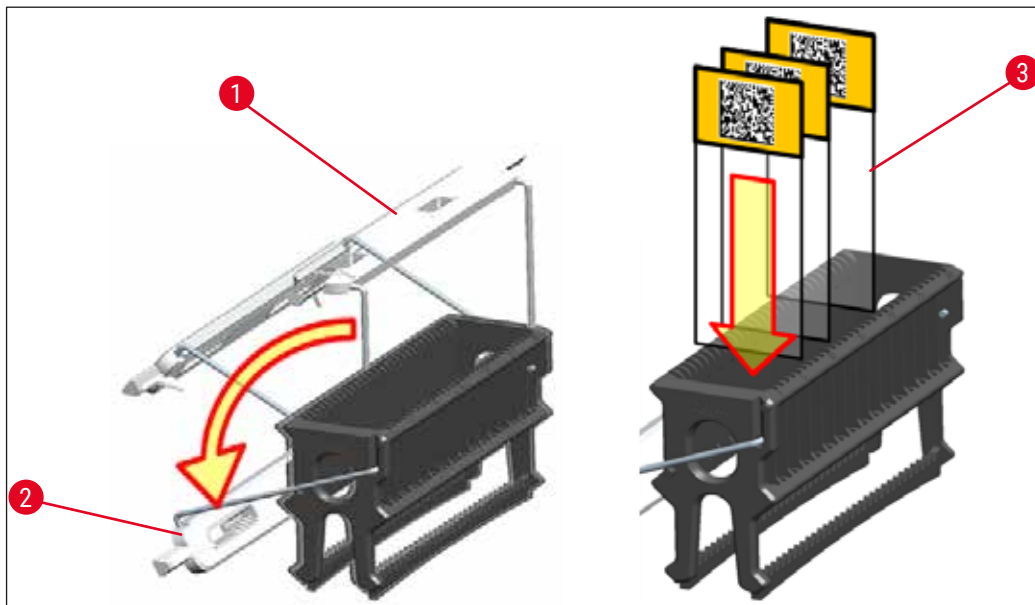

Fig. 85
- Quest'ultimo è contrassegnato dal logo Leica. A maniglia innestata, guardandola si deve leggere **FRONT** (→ "Fig. 85").
1. Chiudere la maniglia del portavetrini in posizione verticale (→ "Fig. 85").